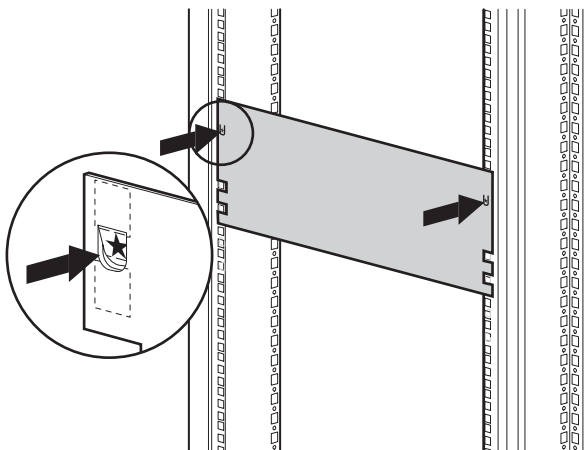

Figure 2-2. Gabarit de la librairie
1. Utilisez le gabarit fourni avec la librairie pour marquer la position des supports de montage sur les montants de l'armoire (voir figure 2-2).